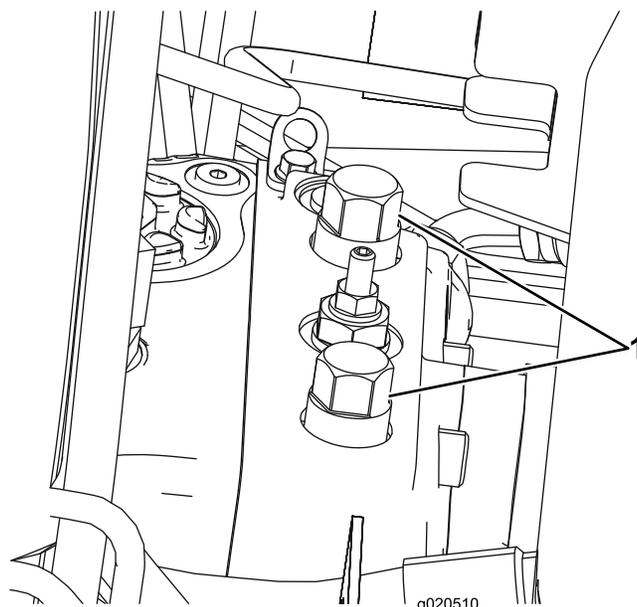

Figura 44
1. Abra o capot e localize as válvulas de distribuição (Figura 44) na parte superior da bomba, por detrás das caixas da bateria/armazenamento.